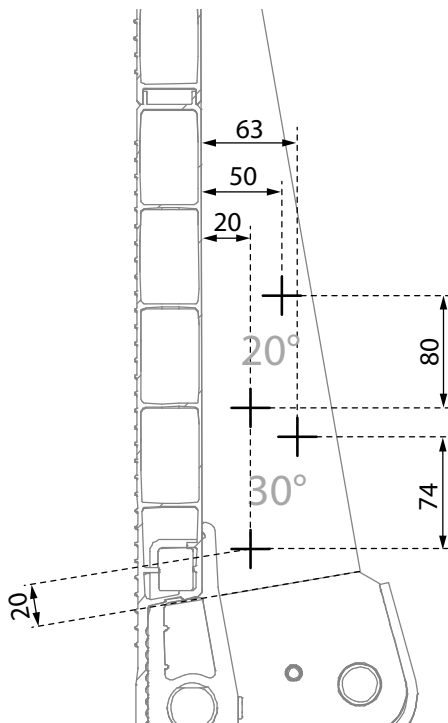

Bild 6. Mått för montering av vinkelgivare i hålbild 20° respektive 30°
1. Kontrollera positionen på radiomanöverdonets vinkelgivare, se Bild 6. Den ska sitta i hålmönstret för vinkel 30°. Vid behov, flytta vinkelgivaren:
- **AVI:** Mät och märk ut hålbilden för 30°, se Bild 6. Skruva fast givaren med medföljande gängpresande skruv M6x24.
- **PLM:** Mät och märk ut hålbilden för 30°, se Bild 6. Borra hål Ø 6 mm. Skruva fast givaren med medföljande skruv M6x25 och låsmutter.
Då monteras snabböppningskitets vinkelgivare så nära denna som möjligt. enl. mått i Bild 6.
1. Montera och skruva fast snabböppningskitets vinkelgivar med de medlevererade skruvarna. Om hålen är förborrade, kontrollera att måtten stämmer, se Bild 6. På brygga utan förborrade hål eller med fel hålbild:
- **AVI:** Mät och märk ut hålbilden för 20°, se Bild 6. Skruva fast givaren med medföljande gängpresande skruv M6x24.
- **PLM:** Mät och märk ut hålbilden för 20°, se Bild 6. Borra hål Ø 6,5 mm. Skruva fast givaren med medföljande skruv M6x20 och tillhörande mutter.